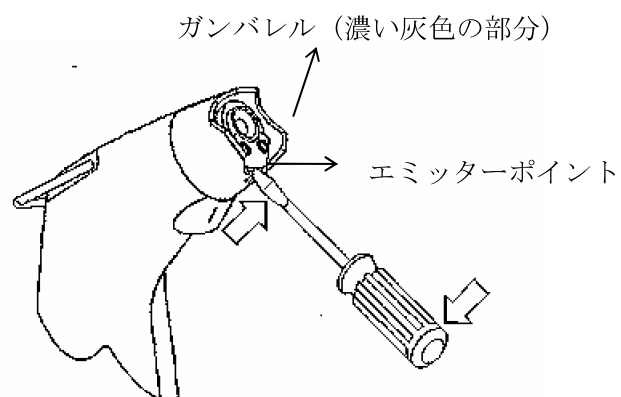

図 4
エミッターポイント（電極）は細い金属製の針で、プラスチックチップ（以下、チップ）に組み込まれています。（図 4 参照）ポイントが曲がったり割れたりした場合や、イソプロピルアルコールによるクリーニングでも汚れが除去できない場合には交換してください。チップは別売りです。表 2 参照。
- b. ガンバレル（ガンの先端の濃い灰色の部分）の下側の溝にドライバーの先を差し込んでください。（図 4 参照）
- c. ドライバーをてこにして古いチップを緩め（図 4 参照）、親指と人差し指の間ではさんでガンから取り外してください。エミッターポイントは非常に鋭く尖っていますので、指や手を切らないよう慎重に扱ってください。